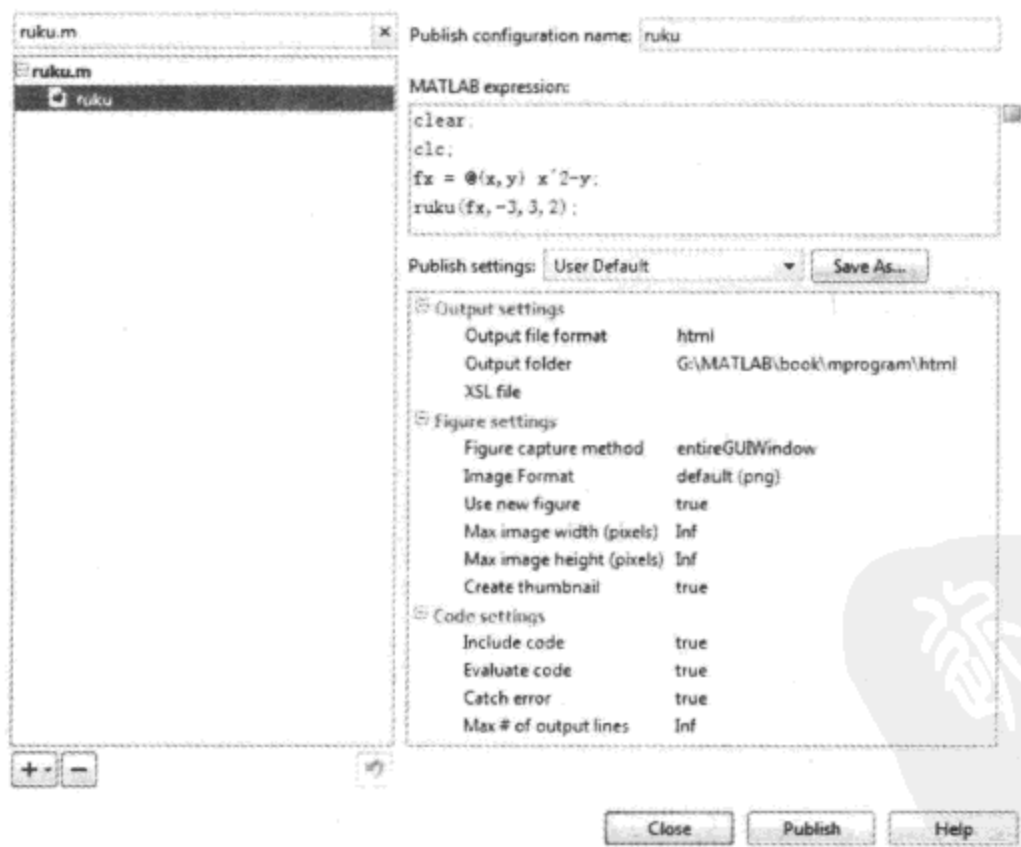

图 1.4.2 发布配置选项
- (1) 在编辑窗口选择菜单项 File→Publish xxx 或按钮,使用默认配置发布 M 代码;
- (2) 在编辑窗口选择菜单项 File → Publish Configuration for xxx. m → Edit Publish Configuration for xxx. m... (图 1.4.1)或按钮右侧的下拉箭头→ Edit Publish Configuration for xxx. m...,修改配置选项后再行发布,如图 1.4.2 所示。
- (1) 打开 M 函数文件 ruku. m。
- (2) 选择按钮右侧的下拉箭头→ Edit Publish Configuration for ruku. m...。
- (3) 在 MATLAB expression 文本框中输入函数调用代码，并按需要修改发布文档的格式以及所包含的内容，如图 1.4.2 所示。